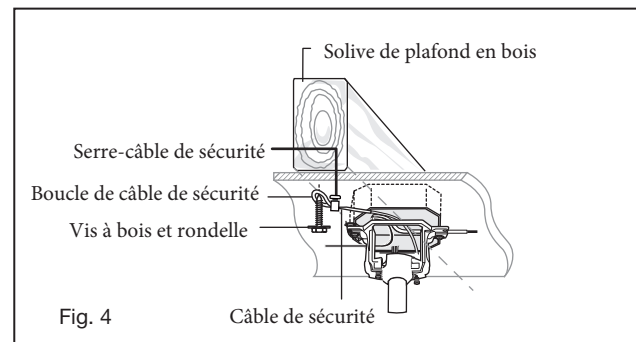

Fig. 4
- 9 Soulevez la boule / tige de suspension / ventilateur dans l'ouverture du support de suspension. **REMARQUE:** la languette opposée à l'ouverture du support de suspension doit s'insérer dans la fente de la boule. (Fig.4)
- 4 Rentrez soigneusement les connexions des fils à l'intérieur de la boîte de jonction. Fixez l'interrupteur mural avec les deux vis fournies. (Fig.4)
- 5 Fixez la plaque murale sur l'interrupteur mural et fixez-la avec les deux vis fournies. (Fig.4)
Un flux d'air VERS LE HAUT déplace l'air plus chaud de la zone du plafond comme illustré à la figure 4. Cela vous permet de régler votre unité de chauffage sur un réglage plus frais sans affecter votre confort.